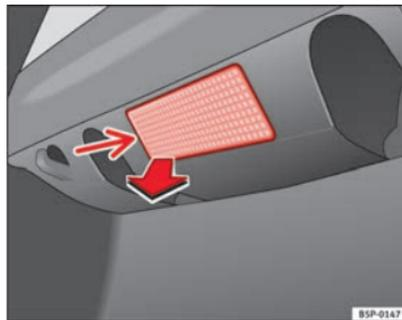

Fig. 186 Luz maletero
- Extraiga la tulipa haciendo presión sobre el borde de la parte interior de la misma -flecha- con ayuda de un destornillador por su parte plana ⇒ fig. 186. ▶